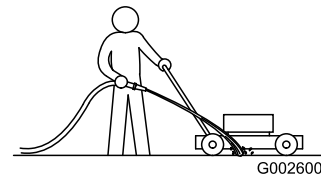

Figura 21
4. Segure uma mangueira de jardim ao nível da pega e deite um jato de água em frente da roda traseira **direita** (Figura 21).